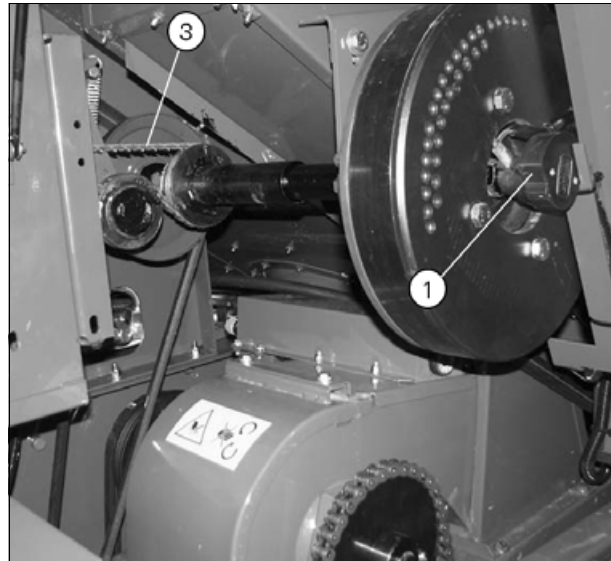

Рис. 13.
3. Снимите ремень с вращающегося решета (рис. 13) см. §12.3.7, страница 301.